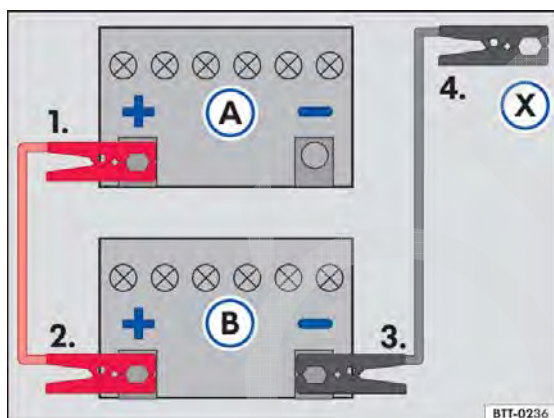

Fig. 186 Esquema para a conexão dos cabos auxiliares de partida: bateria do veículo descarregada (A) e bateria do veículo fornecedora de corrente (B).
Legenda para → Fig. 186:
- Conectar uma extremidade do cabo auxiliar de partida *vermelho* ao polo positivo → Fig. 186 (+) do veículo com a bateria do veículo descarregada (A) → ⚠.
- Conectar a outra extremidade do cabo auxiliar de partida *vermelho* ao polo positivo (+) da bateria do veículo fornecedora de corrente (B).
- Conectar uma extremidade do cabo de auxílio na partida *preto* ao polo negativo (-) da bateria do veículo fornecedora de corrente (B).
- Conectar a outra extremidade do cabo auxiliar de partida *preto* (X) no veículo com a bateria do veículo descarregada em uma peça maciça de metal aparafusada firmemente ao bloco do motor ou no próprio bloco do motor - porém não nas proximidades da bateria (A) → ⚠.